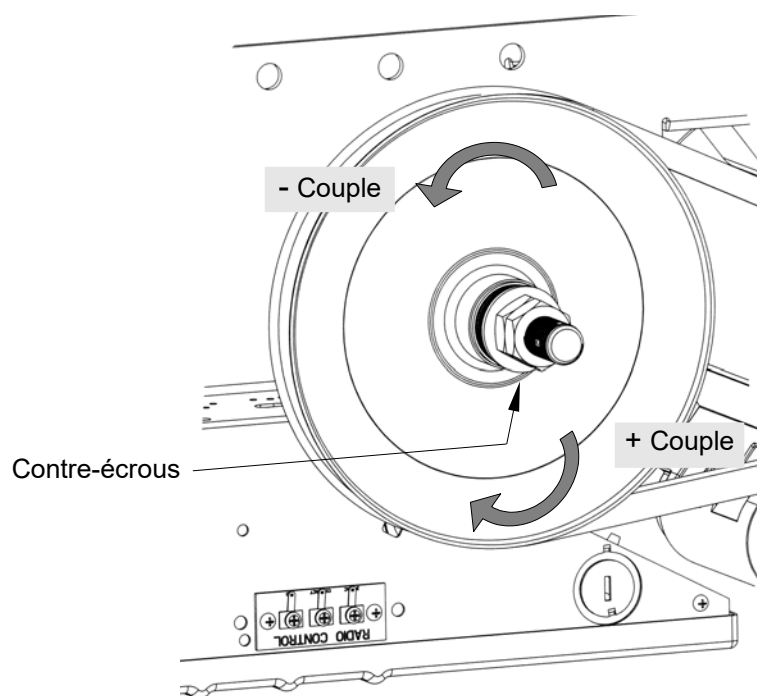

Figure 37 - Ajustement du limiteur de couple
1. Dé-serrer les contre-écrous avec deux (2) clés de 7/8", voir Figure 37.